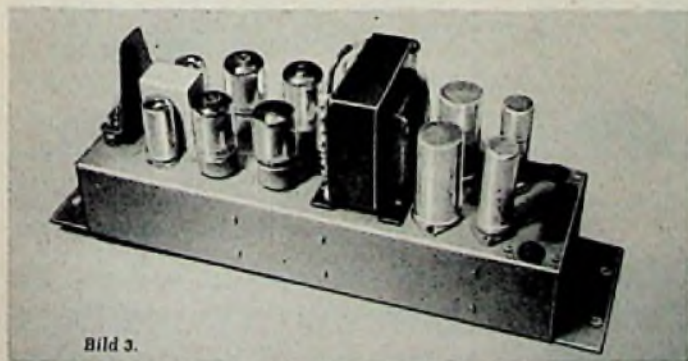

Bild 3.
Bei meinem Gerät zeigen sich folgende Besonderheiten: Die kräftige Gegenkopplung zwischen Ausgang und Katode der ersten Röhre 12 AX 7 machte Netzteile mit sehr niedrigen Innenwiderständen nötig, weil sonst Blubbern schwer zu vermeiden ist. Sehr günstig wären wahrscheinlich elektronisch geregelte Netzgeräte. Das Blubbern (auch Pumpen oder motorboating genannt) ließ sich aber auch durch Verkleinern des Rumpelfilter-Kondensators am Gitter der unteren Triode von 12 AX 7 (II) beseitigen. Trotz dieses sehr kleinen Wertes liegt die untere Grenzfrequenz des Gerätes unterhalb von 18 Hz! Bild 3 zeigt eine Ansicht des Verstärkers.